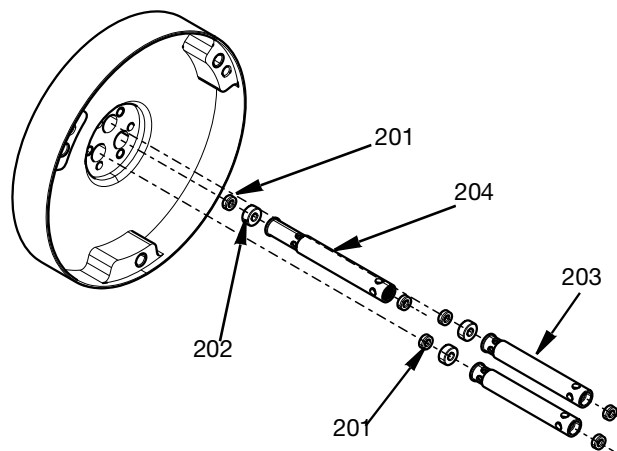

FIG. 26
6. Plaats de afstandsstukken voor de inlaatpakking (203) en het afstandsstuk voor de retourpakking (204), stangafdichtingen (201) en stanglagers (202) in de centrale behuizing. Zie **Set inzetstuk afdichting en verwijdergereedschap, 25T489**, pagina 36 voor het installeren van stangafdichtingen. Let op: het langere afstandsstuk voor de retourverpakking (204) in kamer III wordt geplaatst zoals aangegeven op de voorkant van de centrale behuizing. Zie FIG. 26.